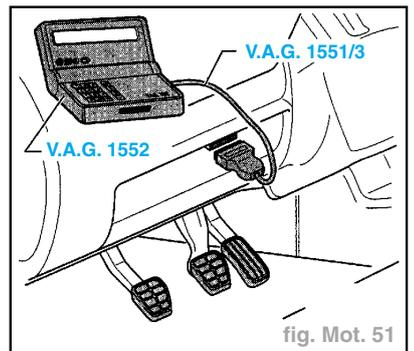

fig. Mot. 51
- Le contrôle du système de gestion nécessite l'utilisation du lecteur de défauts **V.A.G. 1552** ou **V.A.G. 1551** relié à la prise diagnostic via le câble **V.A.G. 1551/3** (fig. Mot. 51).